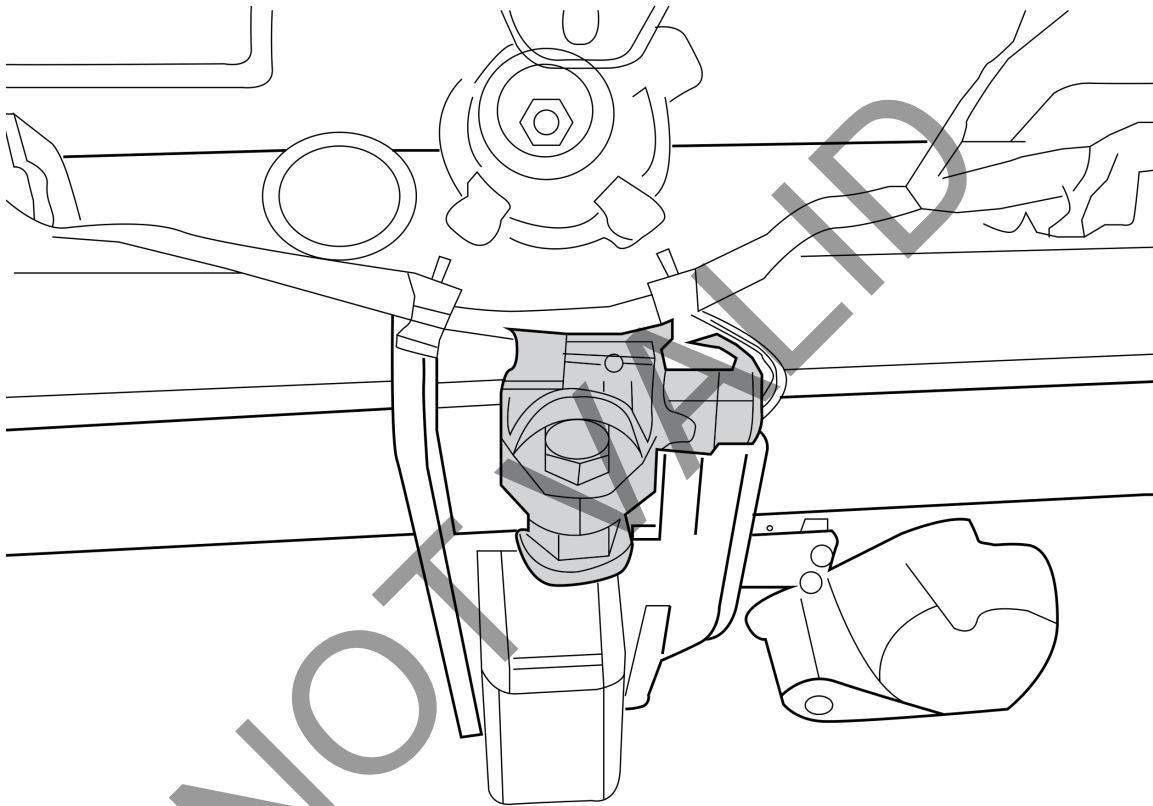

Fig. 3
6. Переместите датчик если имеется в точку К. См. рисунок 3.